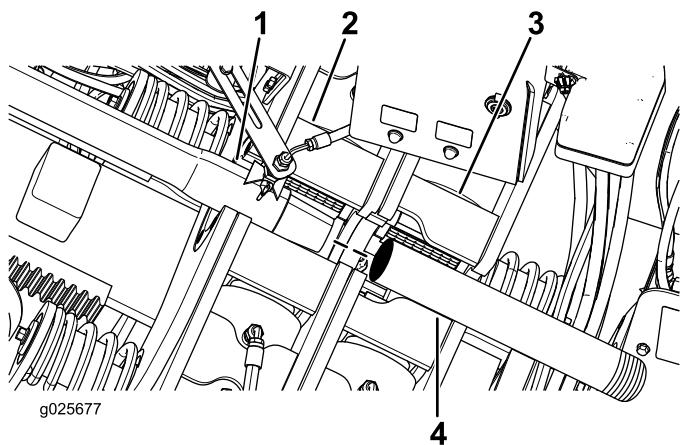

Рисунок 60
2. Ведите направляющую штангу сквозь нижний (неподвижный) захват, как показано на Рисунок 60.